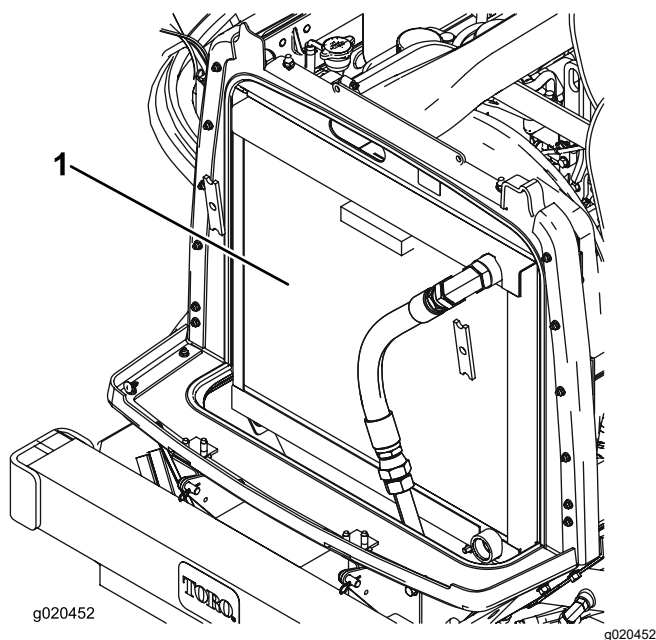

Figura 112
3. Limpe ambos os lados do radiador/dispositivo de arrefecimento de óleo com ar comprimido (Figura 112).